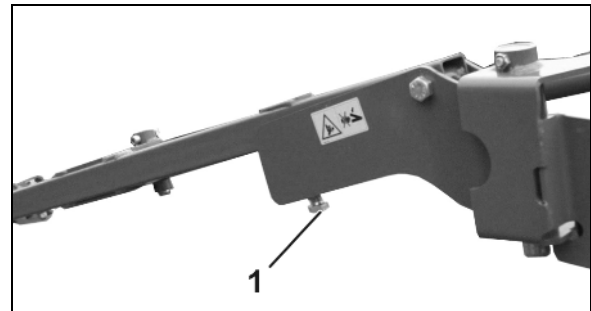

Fig. 99
1. Dévissez les deux assemblages vissés (Fig. 99/1) du disque.